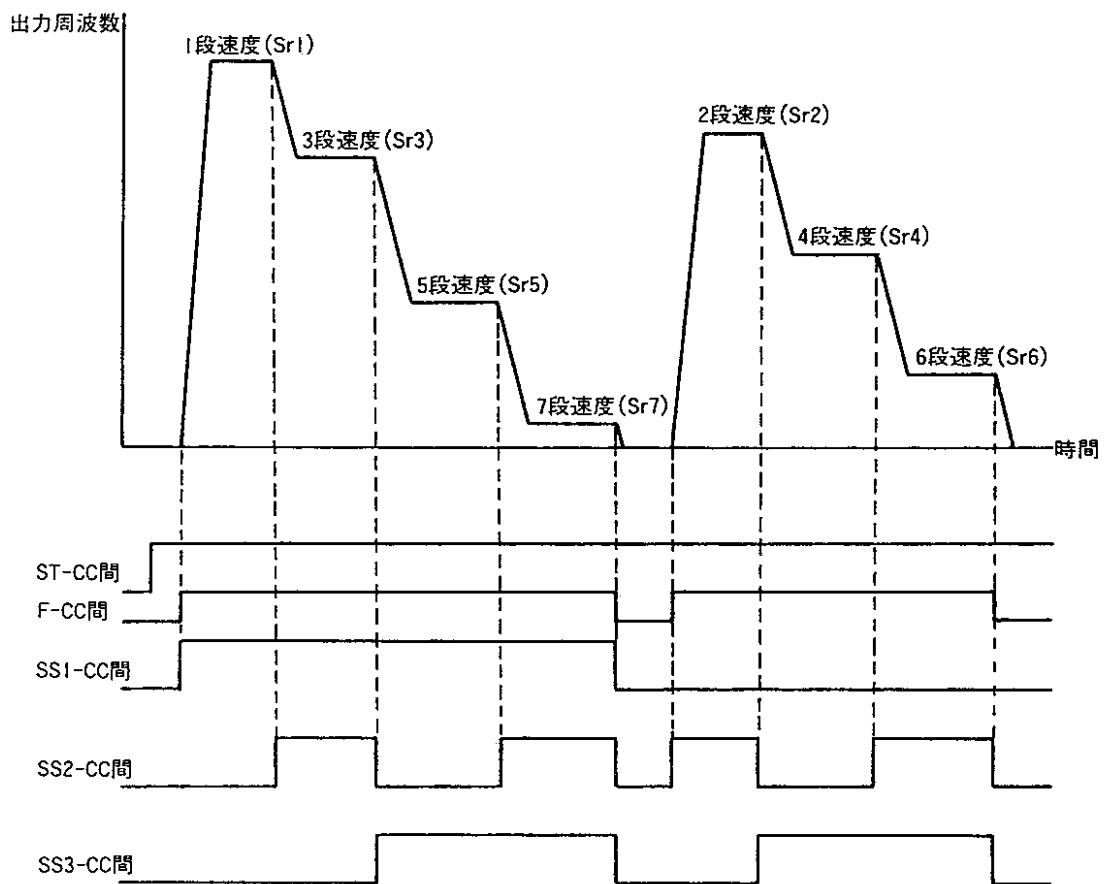

図3-21 多段速運転例 (7 段速)
- 図3-21に示すように、制御回路端子台のSS1、SS2、SS3-CC間に「SS1、SS2、SS3用スイッチ」を接続します。
5) 多段速度運転例を図3-21に示します。